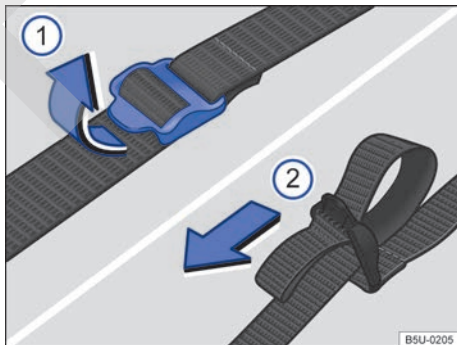

Fig. 160 Cintas de fijación de la bolsa de herramientas de a bordo.
- Tirar las hebilla de la cinta de fijación en el sentido de la flecha ⇒ fig. 160 ①.
- Tirar firmemente las cintas por las alzas en el sentido de la flecha ⇒ fig. 160 ② para fijar la bolsa de herramientas de a bordo.